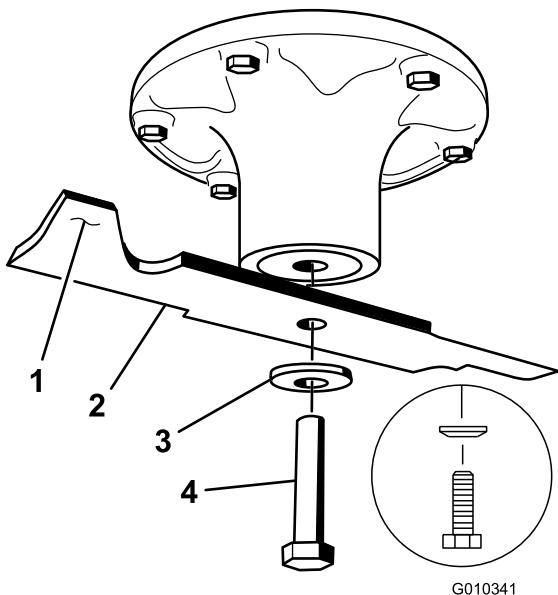

Figure 55
Tenez la lame par son extrémité avec un chiffon ou un gant épais. Enlevez de l'axe, le boulon (en le tournant dans le sens antihoraire), la rondelle bombée et la lame (Figure 55).
1. Placez la lame sur l'axe (Figure 55).
- Remarque: Le côté bombé de la rondelle élastique doit être dirigé vers la tête du boulon (Figure 55).
Remarque: Si la lame reste horizontale, elle est équilibrée et peut être utilisée. Si la lame est déséquilibrée, limez un peu l'extrémité de la partie relevée seulement (Figure 55). Répétez cette procédure jusqu'à ce que la lame soit équilibrée.